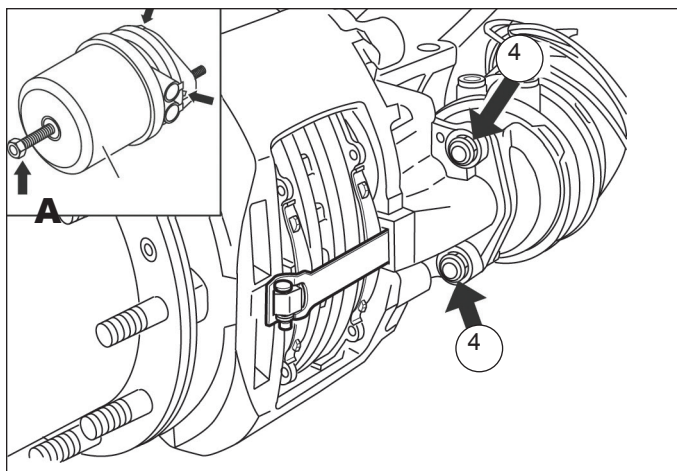

Figure 3 – Compression et dépose du ressort du récepteur
1. Une fois le véhicule sur une surface plane et ses roues calées, actionner la commande sur le tableau de bord (généralement, pousser le bouton jaune en forme de losange) pour envoyer de l'air et desserrer les freins à ressort (freins de stationnement). À l'aide du boulon de compression du récepteur (cf. Figure 3, flèche « A »), comprimer le ressort détendu de la tige de poussée à un couple maximal de 35 Nm (26 pi-lbf).
2. Actionner à nouveau la commande sur le tableau de bord pour expulser l'air des récepteurs (généralement, tirer le bouton jaune en forme de losange). Tout en maintenant le récepteur en place, enlever et jeter ses écrous de montage (articles 4) (cf. Figure 3). Marquer l'orientation du récepteur sur le support de fixation pour faciliter le remontage. Déposer le récepteur du frein à ressort. S'il faut détacher les conduites d'air du récepteur : dépressuriser le système, marquer les conduites pour faciliter le remontage, puis les débrancher du récepteur.
2. Placer le récepteur de façon à l'orienter comme avant sa dépose. Fixer le récepteur avec les écrous de montage du récepteur de frein à ressort (article 4). Cf. Figure 3. Serrer chaque écrou petit à petit et tour à tour, jusqu'à un dernier couple de 180 ± 10 Nm (133 ± 7 pi-lbf). **Ne pas réutiliser les écrous retirés lors du démontage.**